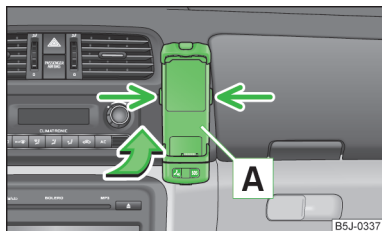

Abb. 86
- Zuerst den Adapter **A** in Pfeilrichtung » Abb. 86 bis zum Anschlag in die Halterung schieben. Den Adapter dann leicht nach unten drücken, bis dieser sicher einrastet.
- Gleichzeitig die seitlichen Verriegelungen der Halterung » Abb. 86 drücken und den Adapter mit dem Telefon herausnehmen.